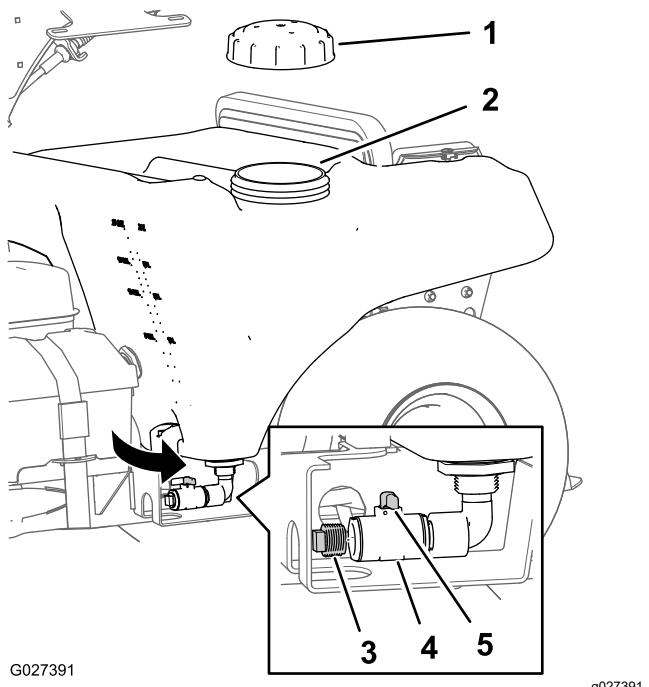

Figura 41
2. Asegúrese de que las palancas de los patrones de fumigación estrecho y ancho están en la posición de CERRADO y que la maneta de la válvula de vaciado del depósito está girada 90° en sentido antihorario a la posición de CERRADO (Figura 41).
4. Abra el tapón del depósito de fumigación (Figura 41).